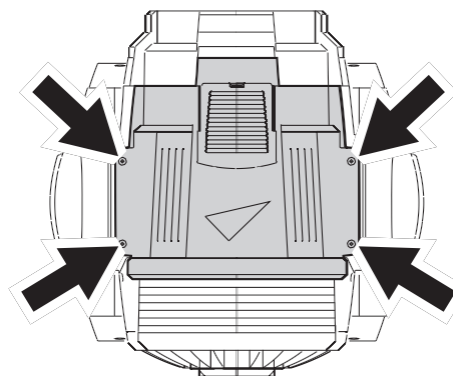

Рисунок 11. Стопорные винты верхней крышки
2. Поверните 4 винта в верхней крышке (см. рисунок 11) на пол-оборота против часовой стрелки, чтобы освободить крышку. Крышки плотно прилегают к прибору MAC TW1, и может потребоваться некоторое усилие для удаления верхней крышки.